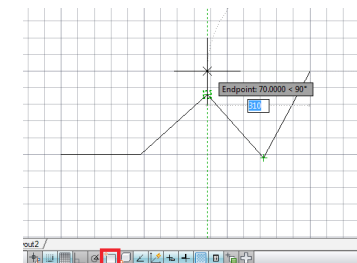

Рис. 54 Функция Osnap (Object Snap – объектная привязка)
- Функция **Osnap (Object Snap – объектная привязка)** - это режим, который позволяет «цепляться» курсором за определенные точки объекта, например за конечную точку ломаной линии или центр окружности (Рис. 54).